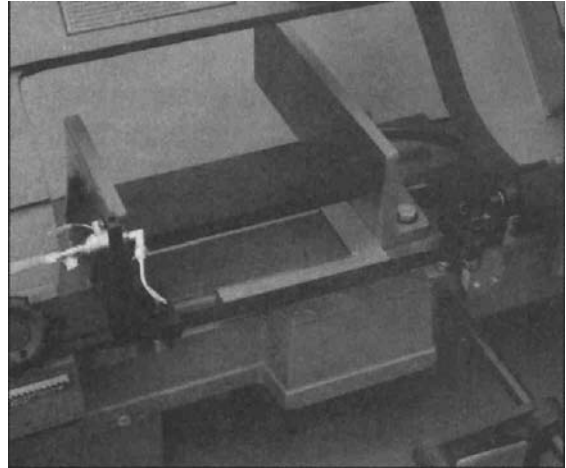

Abb. 11
2. Winkeleisen gegen Sägeblatt und festem Backen montieren (Abb. 11). Winkeleisen soll ohne Spiel über die ganze Länge neben dem Backen und dem Sägeblatt liegen.